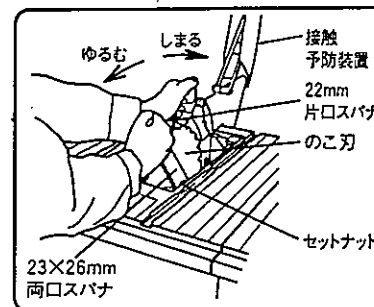
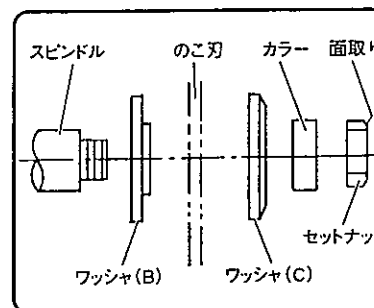

図 30
図 31
- (3) 接触予防装置を上部に持ち上げ、のこ刃を露出させます。(図30参照)
(図30、図31参照)